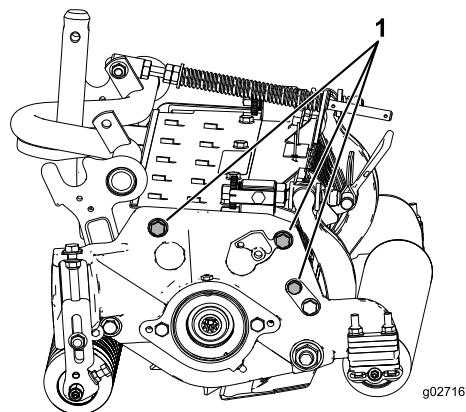

図 12
**注** リールと後ローラとの平行関係は、カッティングユニット全体の組み立て精度により保証されていますから、調整は不要です。極わずかの狂いの調整は以下の方法により可能です。カッティングユニットを定盤の上に載せ、サイドプレート固定キャップスクリュをゆるめる 図 12。